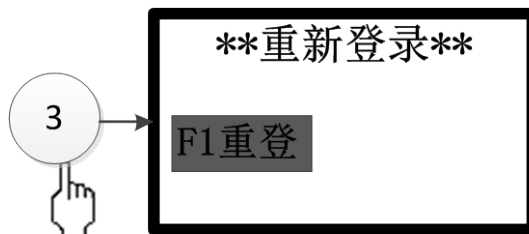

图 3-14
按下数字 3 键或光标移至③后按确认键，进入重新登录界面（如图 3-14 所示）。按“F1”键对现场设备进行重新登录。